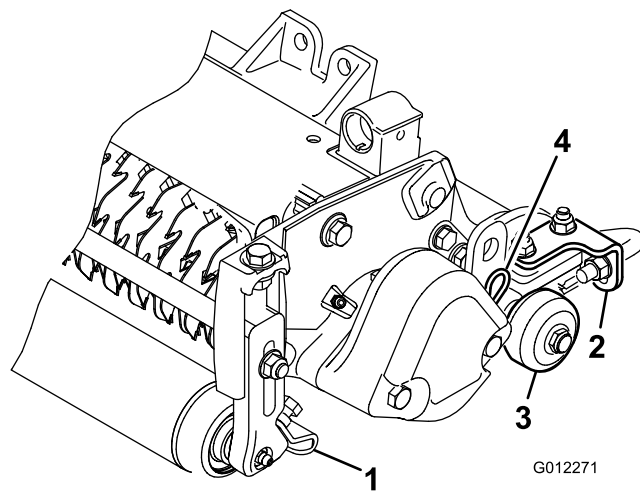

図 6
1. ローラ・スクレーパを固定しているフランジ・ナットをゆるめる 図 6。
整備場の床にバーチカッターを降ろすときやトラクションユニットから外して床に置く場合には、ブレードが床にあたって破損しないよう、必ず移動用ローラを降ろしてください図 6。